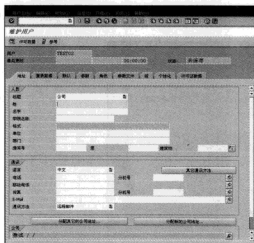

图 4-64 “维护用户”界面
STEP 2 在“用户”栏中输入要创建的用户名，然后单击“”按钮，进入“维护用户”界面，如图 4-64 所示。在此界面中，主要分为“地址”、“登录数据”、“默认”、“参数”、“角色”、“参数文件”、“组”和“个性化”等页。一般来说，常用的主要是“地址”、“登录数据”、“默认”、“参数”、“角色”、“参数文件”和“组”等页。在“地址”页中有“姓”、“名字”、“单位”、“部门”、“房间号”、“电话”和“E-mail”等用户信息字段可以填写。